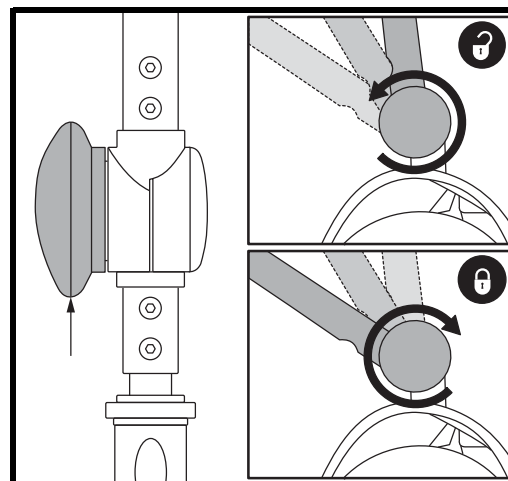

Figura 17. Regolazione manubrio
## INCLINAZIONE DEL MANUBRIO (Vedere figura 17)
1. Dopo aver tolto sella e pacco batteria (vedere la procedura di smontaggio alla pagina precedente), abbassare il manubrio e stringere la manopola di regolazione del manubrio. **Vedere figura 17.**
3. Sollevare il manubrio e stringere completamente la manopola di regolazione del manubrio. **Vedere figura 17.**